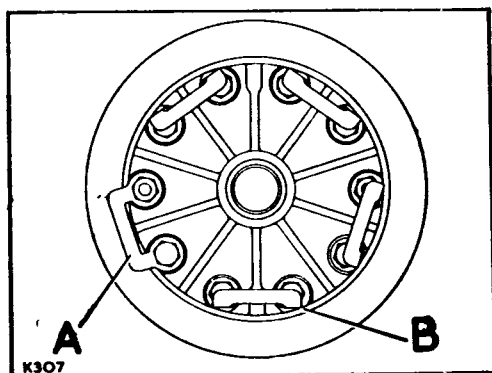

Fig. E1-62.- Colocación de las placas fijador de la corona.
6.17.- Una vez logrado el alabeo correcto, se fijarán los tornillos con las correspondientes placas de seguridad sin tener en cuenta la posición de las cabezas de los tornillos. (Fig. E1-62).